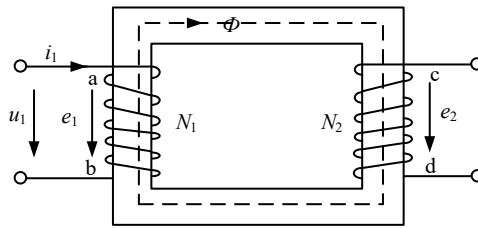

图 1-3 交流铁心线圈电路
9. 在图 1-3 中，(1) 当给线圈外加正弦电压 u_1 时，线圈内为什么会感应出电动势？当电流 i_1 增大和减小时，分别说明感应电动势的实际方向。(2) 如果电流 i_1 在铁心中建立的磁通是 $\phi = \Phi_m \sin \omega t$ ，副线圈匝数是 N_2 ，试给出原、副线圈内感应电动势有效值的计算公式。